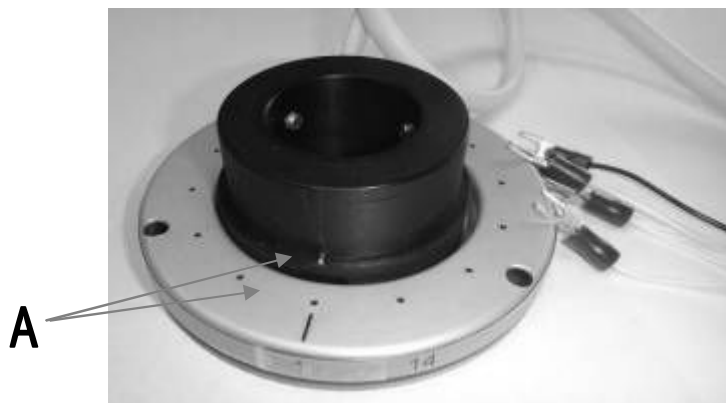

Рис.1
Общий вид ДКП ПСМ приведен на рис.1
Обойма магнита выполнена из капролона. В нижней части обоймы диаметром 55мм встроен цилиндрический магнит, ось которого направлена по радиусу обоймы. Положение оси магнита обозначено рискуй (рис.1).
4.С помощью фиксирующих винтов закрепить обойму магнита на оси вала ПСМ, предварительно точно установив его положение относительно блока преобразователей. Для точного позиционирования по высоте необходимо совместить плоскости, обозначенные на рис.1 буквой «А». Для точного позиционирования по углу вращения необходимо совместить черную черту на обойме с рискуй на блоке преобразователя (рис.1). **ВНИМАНИЕ!** Положение ПСМ при этой операции должно быть установлено на первое направление (код 0001).